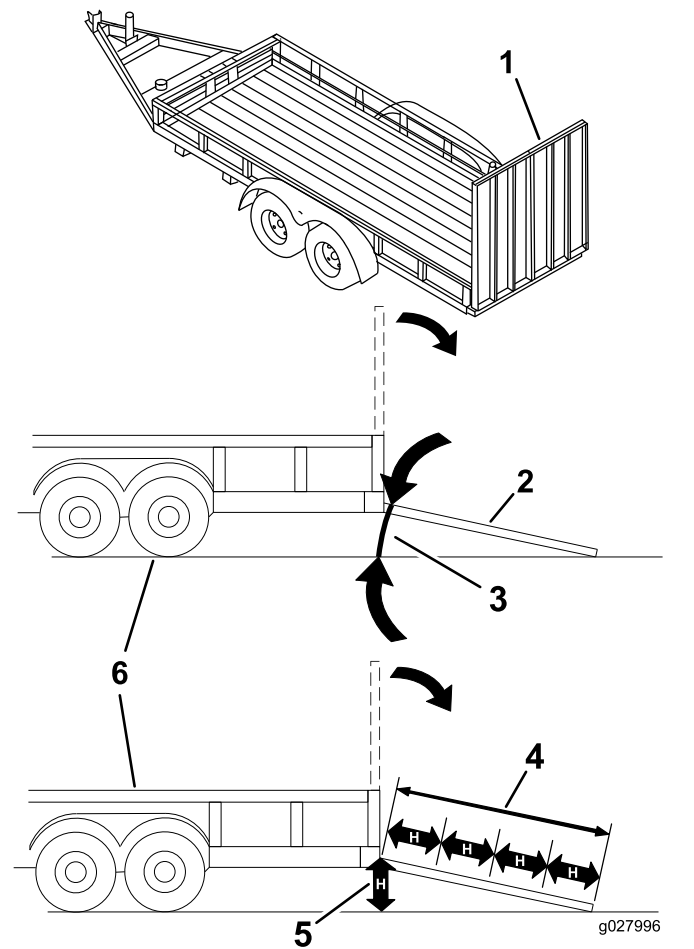

Bild 38
Das Laden einer Maschine auf einen Anhänger oder einen Lastwagen erhöht die Umkipppgefahr und könnte schwere oder tödliche Verletzungen verursachen (Bild 38).
3. Senken Sie die Rampe ab und stellen Sie sicher, dass der Winkel zwischen der Rampe und dem Boden höchstens 15 Grad beträgt (Bild 38).